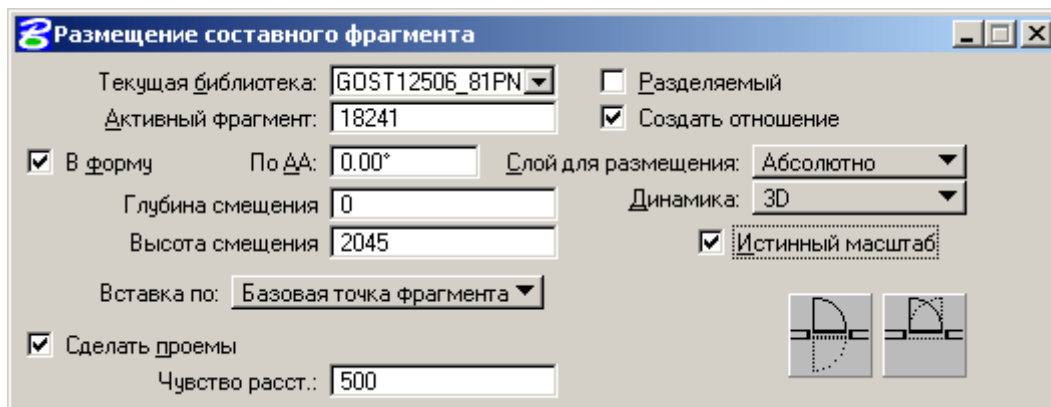
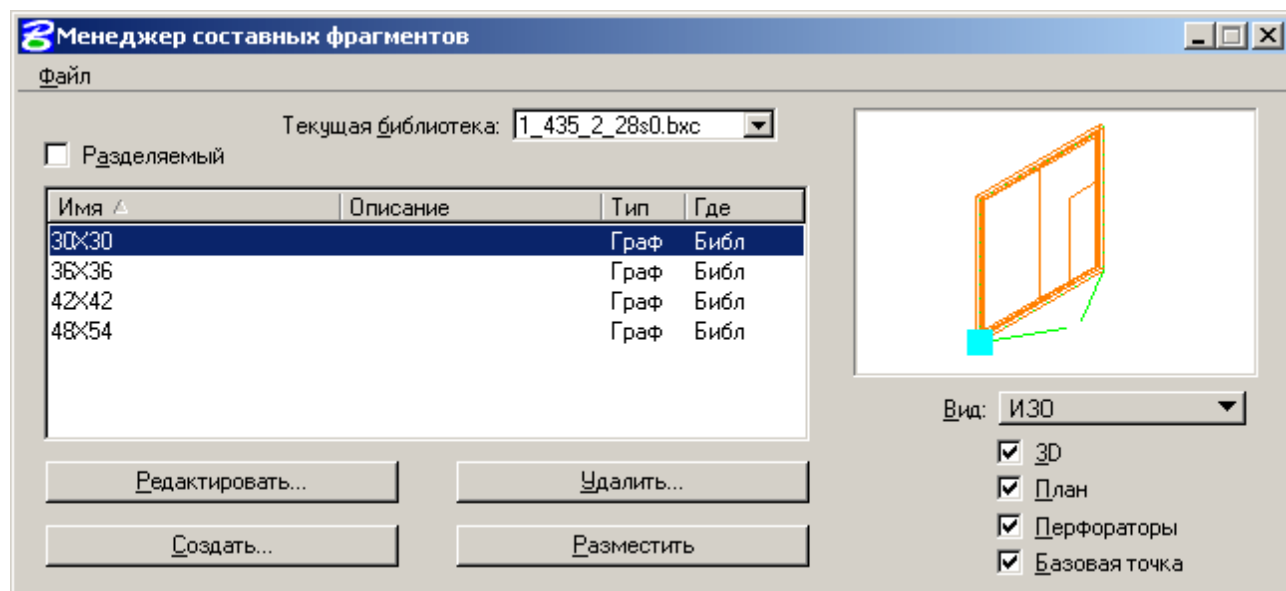

Рисунок 13
Рисунок 18
- В появившемся диалоговом окне *Размещение составного фрагмента* (Рисунок 13) выставить следующие параметры:
В появившемся диалоговом окне (Рисунок 18) выбрать в поле *Текущая библиотека* **1_435_2_28s0.bxc**. Для размещения указать на **30x30**. После выбора нужного элемента, надо нажать на кнопку **Разместить**. Появится диалоговое окно *Размещение составного фрагмента* (Рисунок 13), в нем установить те же параметры, что и при размещении окон.